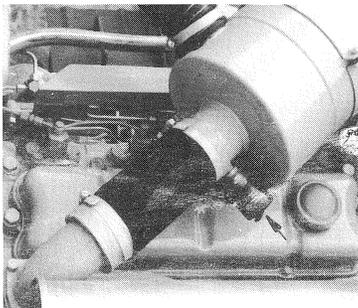

fig. 51
- Avant de monter la cartouche de filtre, vérifier l'état des joints et enfoncer le déclencheur de l'indicateur de dépression (fig. 51/flèche), le signal rouge de "service" devient transparent.